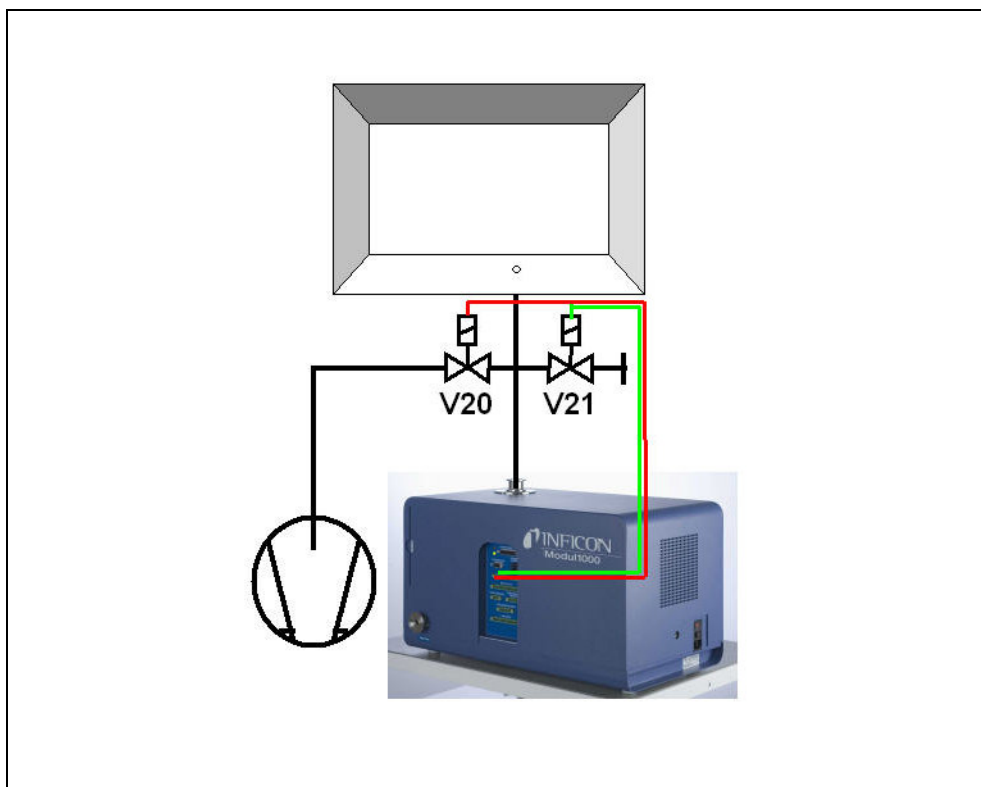

図 5-1 パーシャルフローモード
- 2 START 信号の後に、Modul1000 は真空チャンバの真空排気を開始します。パーシャルフローポンプが Modul1000 に接続されている場合、パーシャルフローバルブ V20 (図 5-1) がコントロールされ、テスト手順は、設定に応じたパーシャルフローポンプにサポートされます。
- 11 その後、真空チャンバは Modul1000 (および外部ベントバルブ V21 (図 5-1)、接続されている場合) によりベントされ、大気圧に到達します。